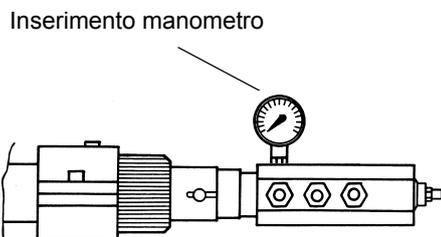

Fig. 24
- 9 La pressione di alimentazione ugello è già pre-tarata in fabbrica e non deve essere cambiata. Solo se necessario, regolare la pressione di alimentazione (vedi relativo paragrafo) nel modo seguente: inserire un manometro nella posizione indicata in Fig. 24 agire sulla vite di regolazione **VR** della pompa (vedi Fig. 23 e pag. 24) fino ad ottenere una pressione all'ugello pari a 25 bar (vedere grafici a pag. 36);